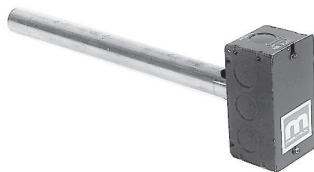

Figure 16. Ensemble capteur et tube de mélange
- a. Pour les unités avec ensemble capteur et tube de mélange (voir Figure 16), enlever le panneau d'accès aux conduits, glissez le tube de mélange dans le conduit et fixez le capteur.